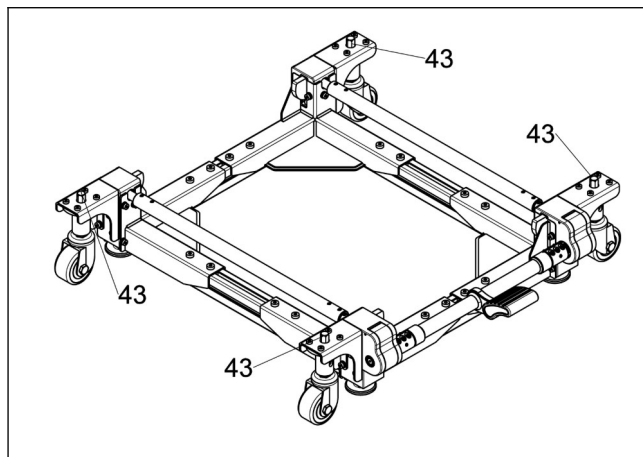

Abb.18
- a. Drehen Sie mit dem Ringgabelschlüssel „D“ die Stellschrauben „43“ im Uhrzeigersinn, um die Basis am entsprechenden Punkt anzuheben, Absenken funktioniert gegen den Uhrzeigersinn. Stellen Sie hier sicher, dass eine Bodenfreiheit von mindestens 10mm bzgl. der Stützfüße oder dem Maschinensockel vorhanden ist. (siehe **Abb.18**) .